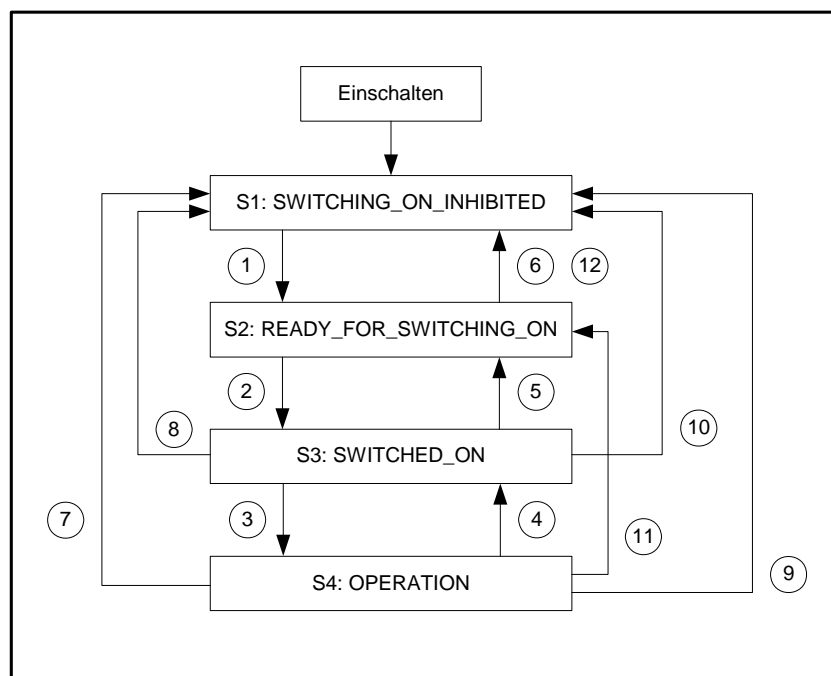

Abbildung 9.1: Vereinfachtes Zustandsdiagramm
Die Zustände sind aus der PROFIdrive-Spezifikation weitgehend übernommen. PROFIdrive unterscheidet zwischen Ramp stop und Quick stop. Es wird hier einheitlich die Reglerfreigabe ausgeschaltet, so dass sich das vereinfachte Zustandsdiagramm gemäß Abbildung 9.1 ergibt.
- 3.) Laut Zustandsdiagramm (Abbildung 9.1) sind die Übergänge 1, 2 und 3 auszuführen.